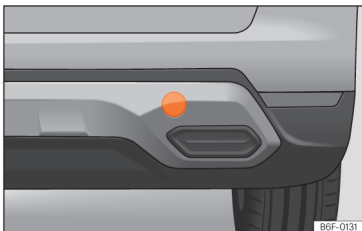

Рис. 167 Кришка на правому боці заднього бампера
Нарізний отвір для буксирувального вушка розташований на правому боці заднього бампера за кришкою >>> **рис. 167**.
- Натисніть на правий край кришки >>> **рис. 167**.